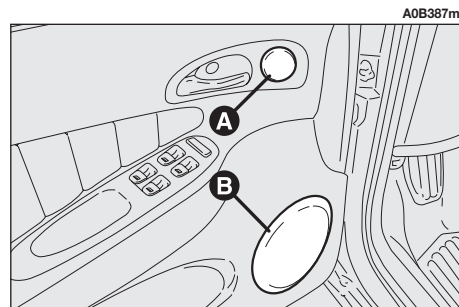
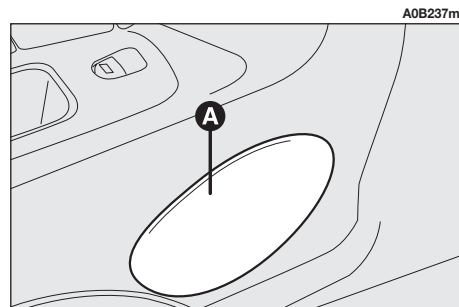

fig. 168
fig. 169
– N° 2 tweeter (**A-fig. 168**) de la puissance de 30W;
– N° 4 diffuseurs (**B-fig. 168**) et (**A-fig. 169**) d'un diamètre de 165 mm (2 avant et 2 arrière) de la puissance de 40W.